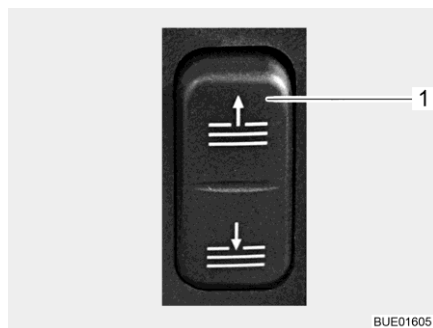

Fig. 47 Conmutador (manejo eléctrico del estor plegable)
- Abrir y cerrar:** ■ Pulsar el conmutador en el salpicadero (Fig. 47,1).